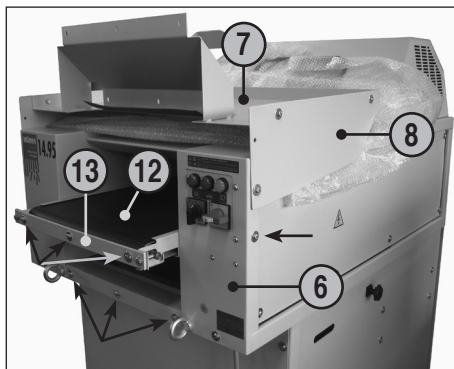

Рис. 1
- 6 = корпус (рис. 1, 2, 4)
- 7 = стол (рис. 1, 2, 4, 5, 6)
- 8 = защитный кожух (рис. 1, 2, 4)
- 12 = транспортерная лента (рис. 1, 2)
- 13 = крепление транспортерной ленты (рис. 1)
(Рис. 1, 2 и 3):
1. Вывернуть по 3 винта с шайбами на передней стенке прибора (6) и на лицевой стороне держателя ленточного транспортера (13), а также по одному винту ниже защитной крышки (8) с обеих сторон (см. пометки стрелками на рис. 1).